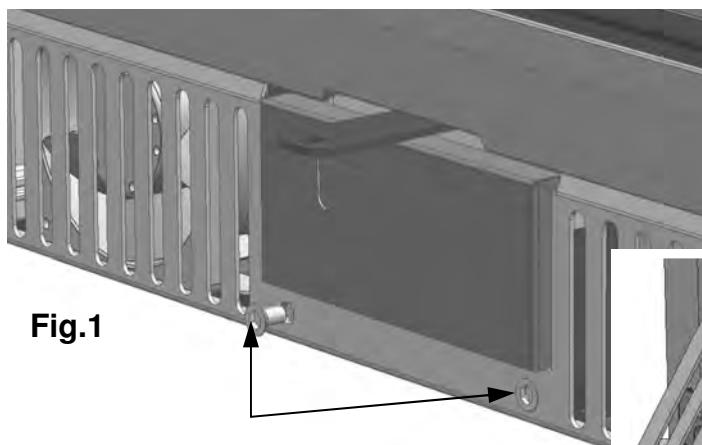
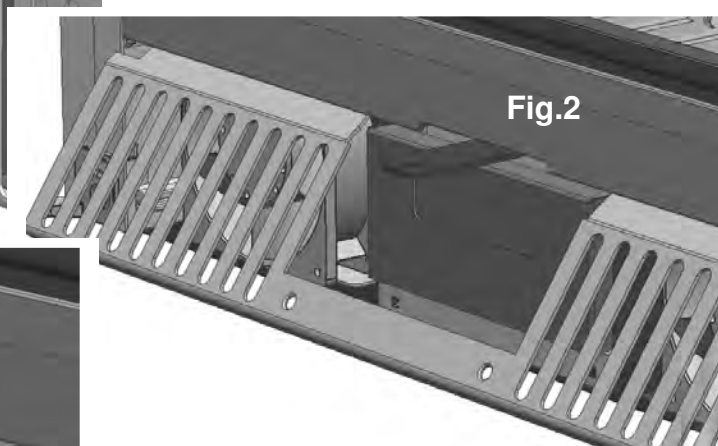

Fig.1
Fig.2
1. Soltar a grelha frontal aliviando os dois parafusos da parte inferior (Fig. 1 e Fig. 2).